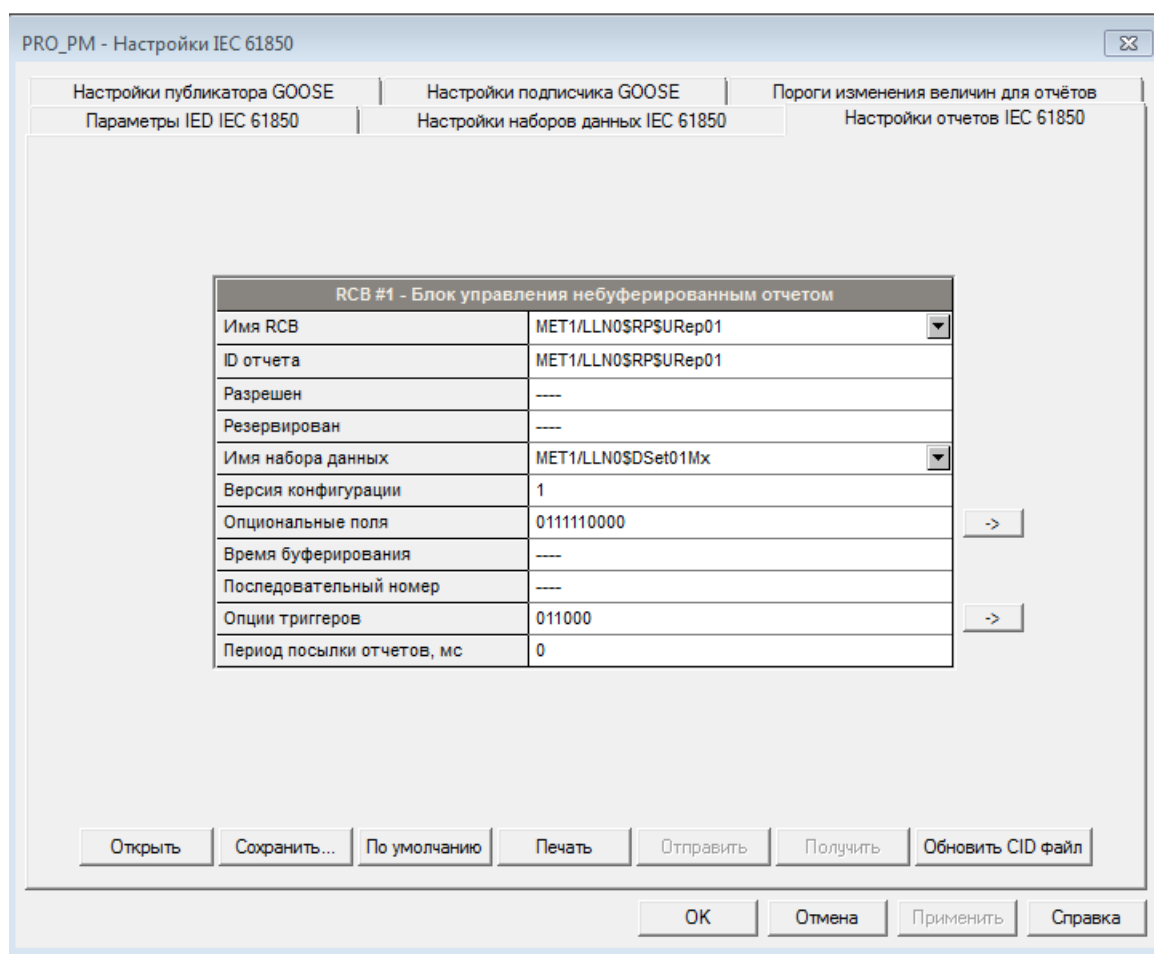

Рисунок 121 – Настройки отчетов МЭК 61850
1. Выберите на панели меню ПО PAS «Настройки» – «Настройки IEC 61850», в открывшемся окне выберите вкладку «Настройки отчетов IEC 61850» (рисунок 121).